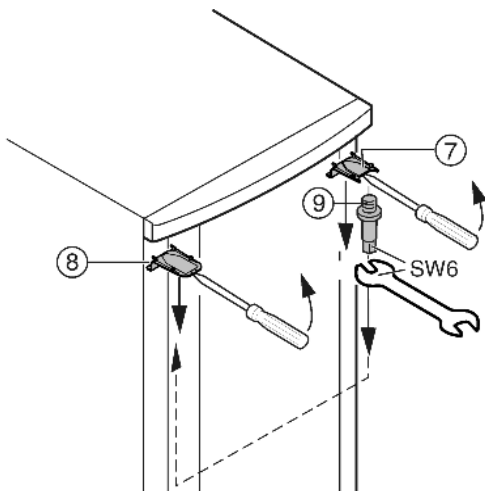

Fig. 7
- ▶ Liberare la copertura Fig. 7 (7) in alto e la copertura con un cacciavite anteriormente e rimuovere inclinando verso il basso.
- ▶ Svitare il perno di supporto Fig. 7 (9) e avvitare fermamente sul lato opposto **a 4 Nm**.
- ▶ Montare di nuovo la copertura Fig. 7 (7) sul lato del perno di supporto: inserire dietro, inserire a scatto sul lato anteriore.
- ▶ Montare la copertura Fig. 7 (8) sul lato opposto: inserire dietro, inserire a scatto sul lato anteriore.
- ▶ Agganciare la porta in alto nei perni di supporto Fig. 7 (9).